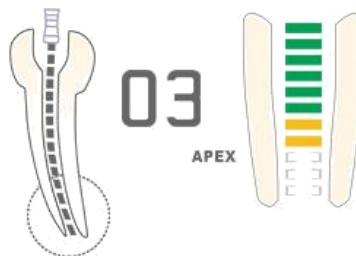

Рисунок 21
- включите устройство и нажмите на кнопку En-Ap. Затем перейдите в режим измерения вершины апикального отверстия. Если на ЖК дисплее отображается "02", "03", или "04" - это означает, что устройство исправно (см. Рисунок 21)